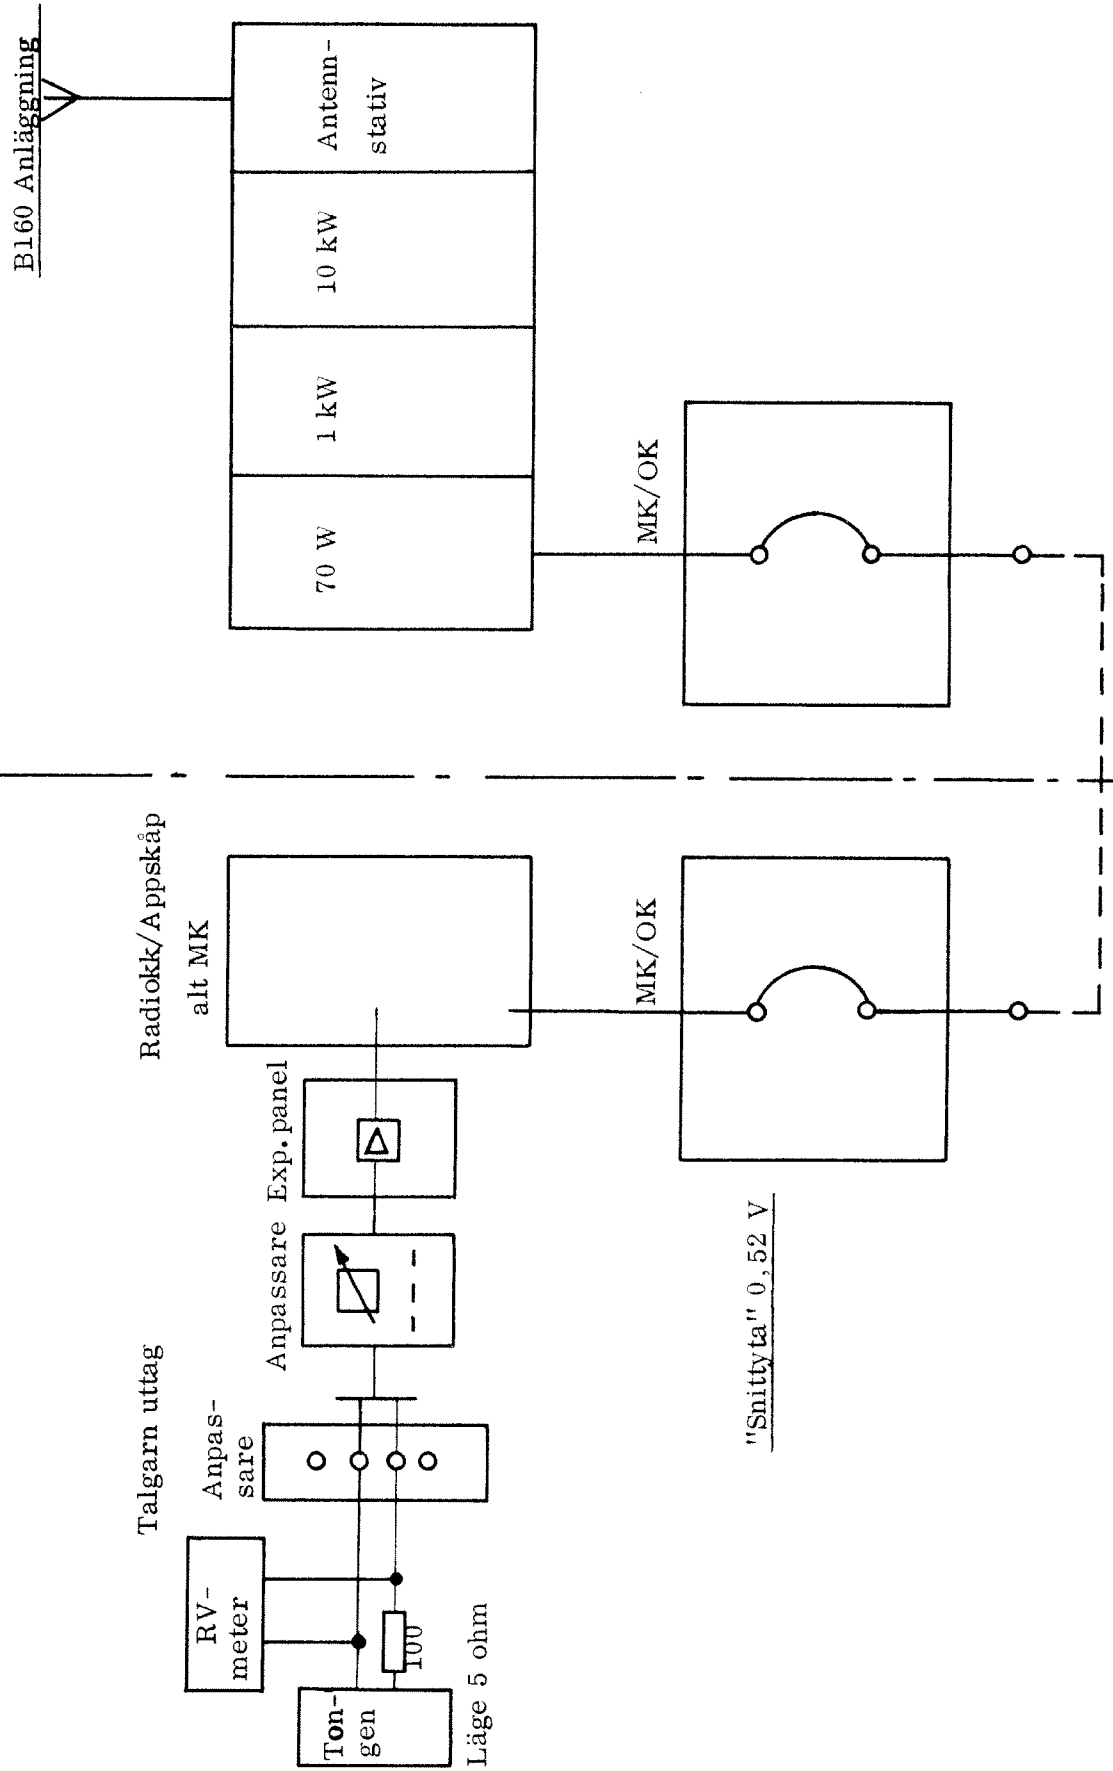

Bild 1
4.1 Anslut en LF-generator i serie med ett 100-ohms motstånd till talgarnityruttaget vid aktuell expeditionsplats. Anslutningen görs till uttagen 2 och 3 enligt bild 1.